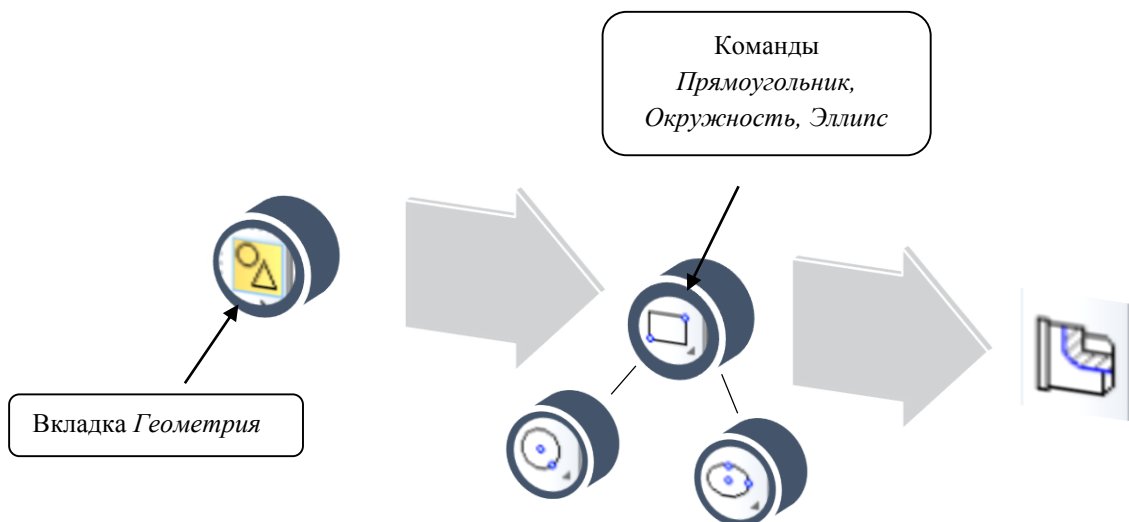

Рисунок 41 – Создание местного разреза
- на вкладке *Геометрия* выбрать одну из команд: *Прямоугольник*, *Окружность* либо *Эллипс* – и создать на чертеже (рисунок 41);